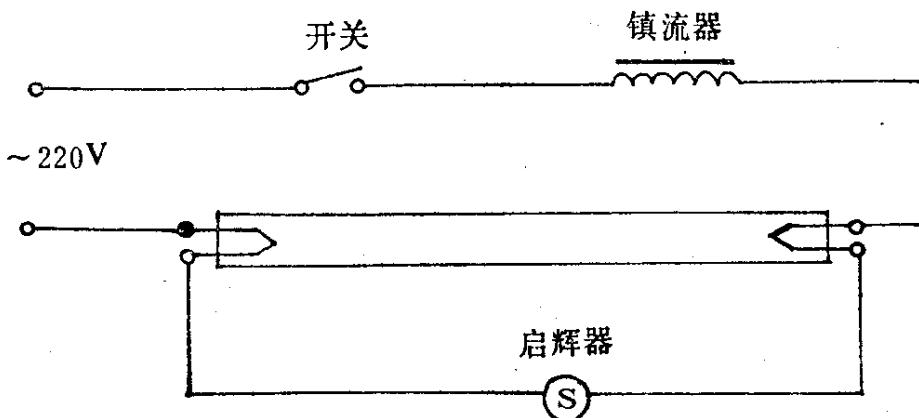

图1—4
②灯具附近使用的导线应采用玻璃丝、石棉、瓷珠等作绝缘层的耐燃导线。灯头软线两端接灯线盒和灯头部分，应挂焊锡，以免发生短路。
③日光灯的接线方法，如图1—4所示。